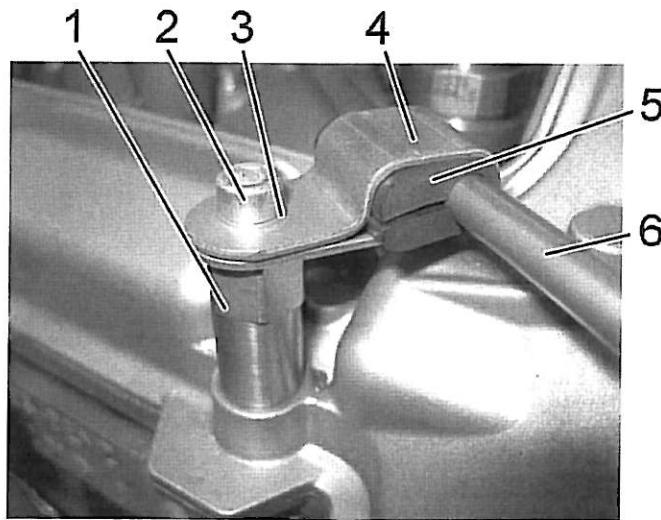

Bild 3 / Fig. 3
2. Den Abstandshalter montieren. Siehe Bild 3.
5. Den Halter und die Beilage an die Kraftstoffhochdruckleitung montieren. Siehe Bild 3.
6. Den Halter mit einer Schraube und einer Scheibe an den Abstandshalter montieren. Siehe Bild 3.
8. Die Schraube des Halters festziehen. Siehe Bild 3.
2. Attach the spacer to the cylinder head cover. See Fig. 3.
4. Attach the new high-pressure fuel line. See Fig. 3
5. Attach the fastener and the insert to the high-pressure fuel line. See Fig. 3.
6. Attach the fastener to the spacer using one bolt and one washer. See Fig. 3.
8. Tighten the screw of the fastener. See Fig. 3.